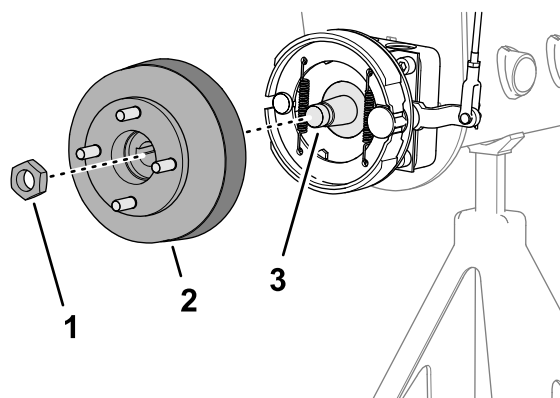
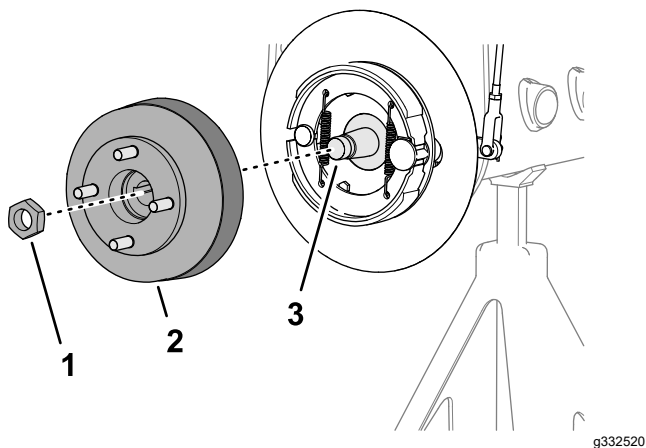

Figura 72
Figura 73
- Monte el cubo de la rueda y el tambor de freno en el eje del motor de rueda (Figura 72 o Figura 73).
4. Sujete el cubo de la rueda al eje con la contratuerca (Figura 72 o Figura 73), y apriete a mano.